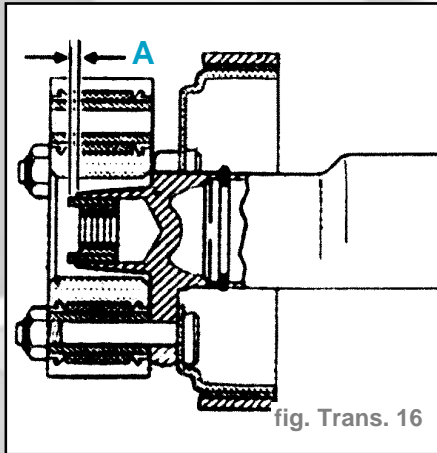

fig. Trans. 16
- La pression exercée va comprimer la graisse et chasser la bague de centrage (1).
- L'aide de l'outil 00 5 500/11 2 030, emmancher la bague de centrage (1) jusqu'à ce qu'elle dépasse de la cote A (fig. Trans. 16).